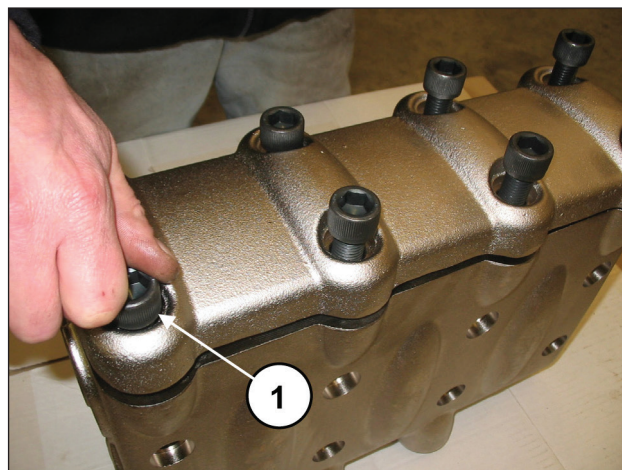
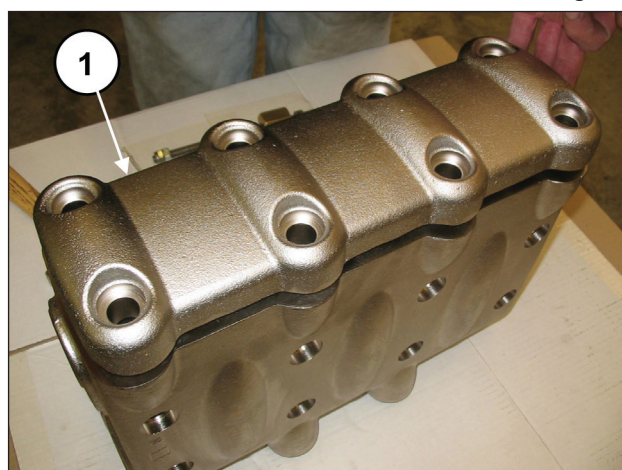

Fig. 88
Fig. 89
Svitare le 8 viti M16x55 del coperchio valvole (pos. ①, Fig. 88) e rimuovere il coperchio (pos. ①, Fig. 89).